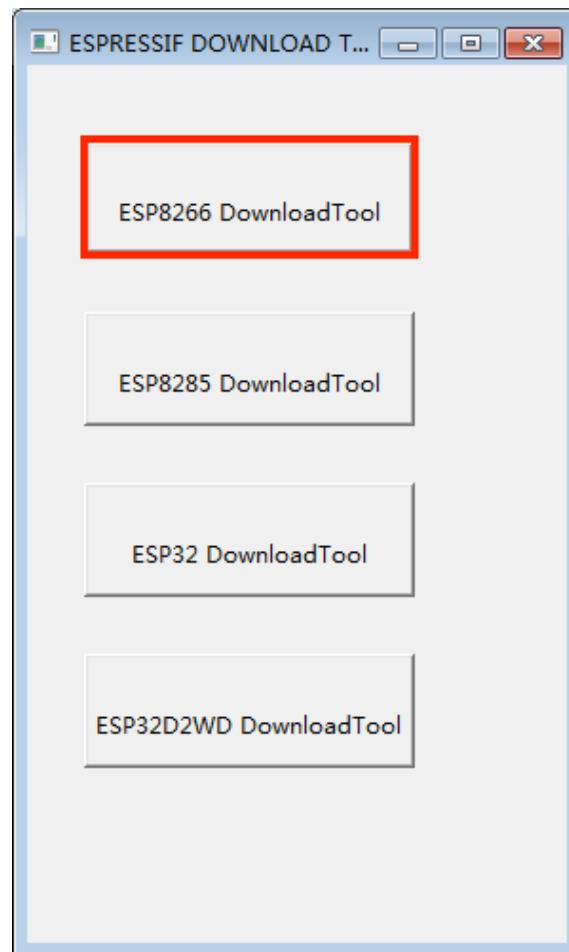

图 4-7. 设备选择 — ESP8266 DownloadTool
1. 打开下载工具，选择“*ESP8266 DownloadTool*”，如图 4-7 所示。